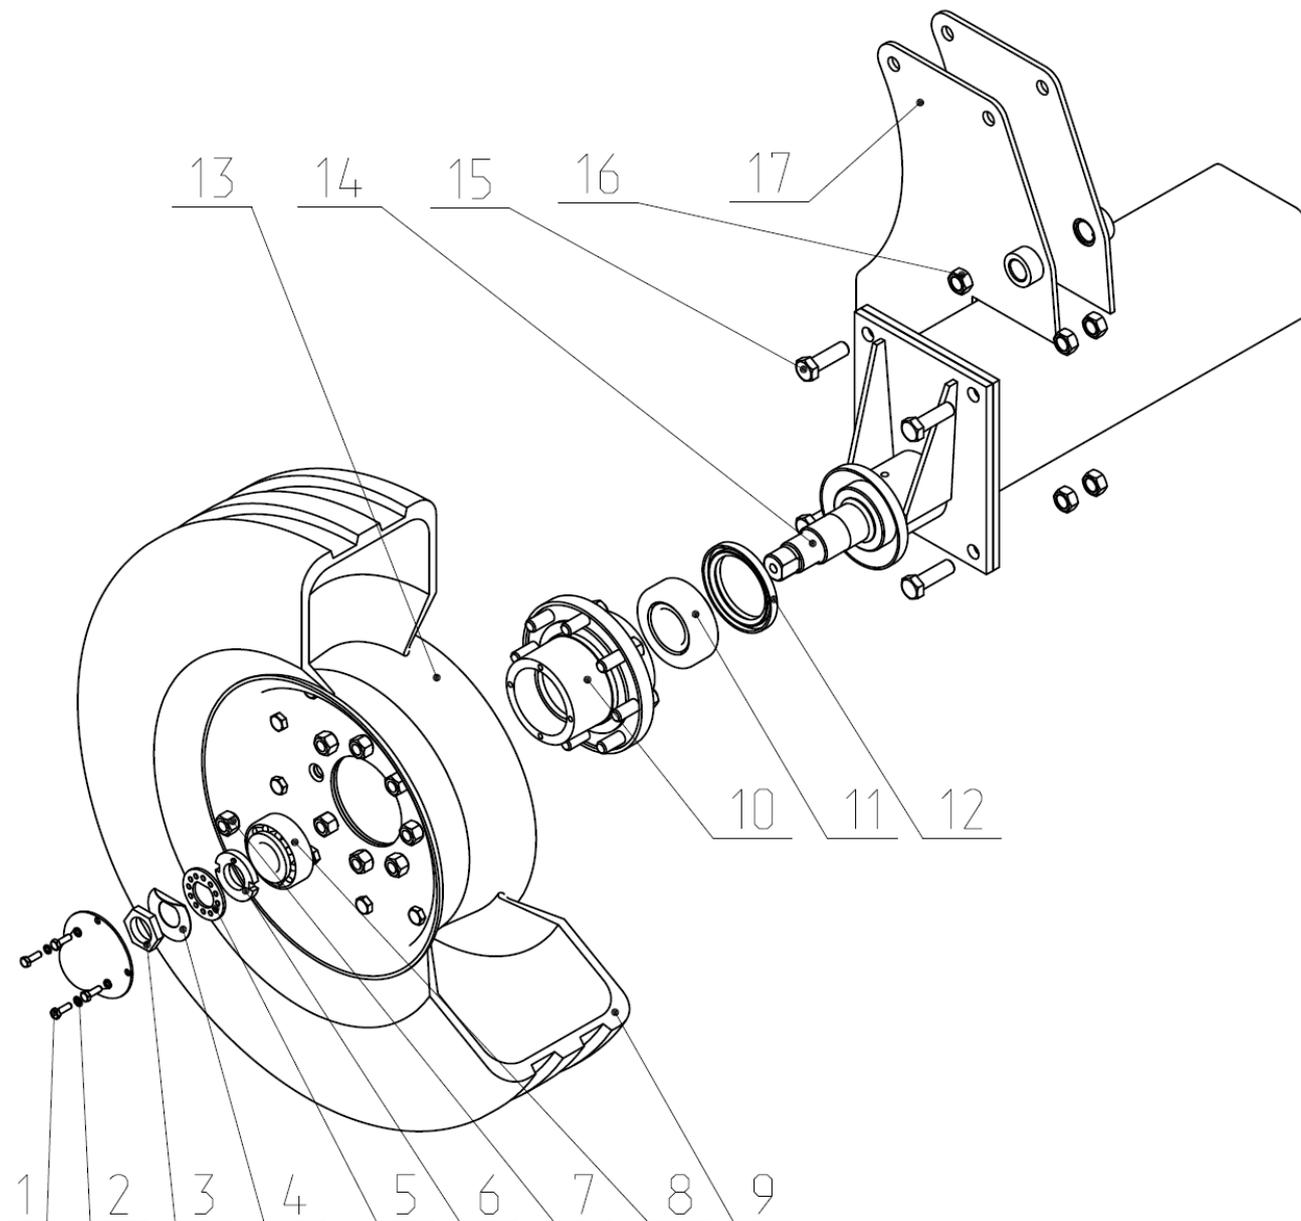

Рис.8 Колесо в сборе СГВ 03.010
2.6 На концы боковых балок устанавливаются рабочие колеса. Ось колеса 14 (рис.8) крепится к фланцу боковой балки при помощи болтов 15. Ступица 10 установлена на оси колеса на двух подшипниках 8 и 11, которые фиксируются гайкой 6. С одной стороны ступица закрывается колпаком, а с другой - защитной шайбой, приваренной на оси колеса. Шина 9 с камерой смонтирована на диске 13, а диск посажен на ступицу и прикручен гайками 7.